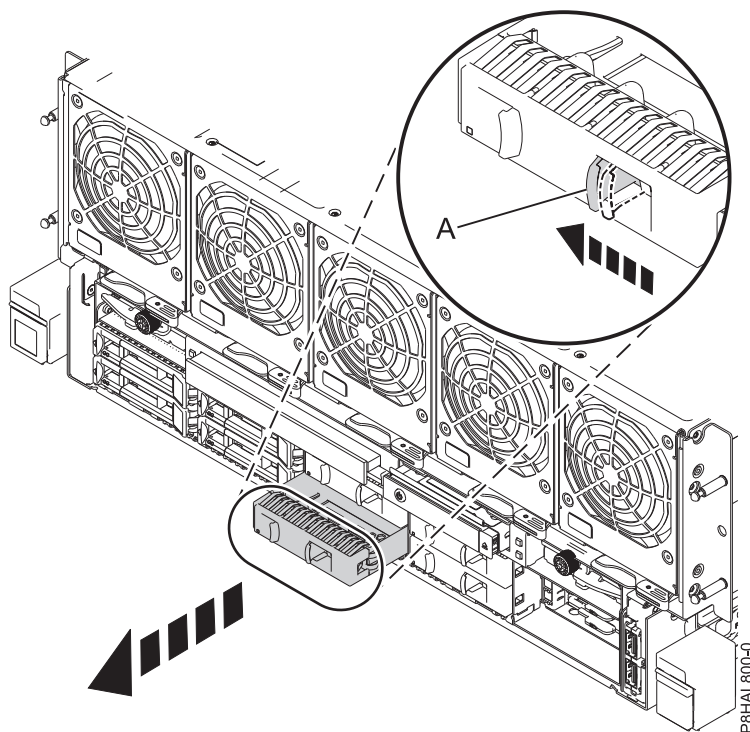

図 12. 8408-44E または 8408-E8E システムからのディスク・ドライブ・フィラーの取り外し
- フィラーのハンドルのロック **(A)** を、図 12 に示されている方向に押します。